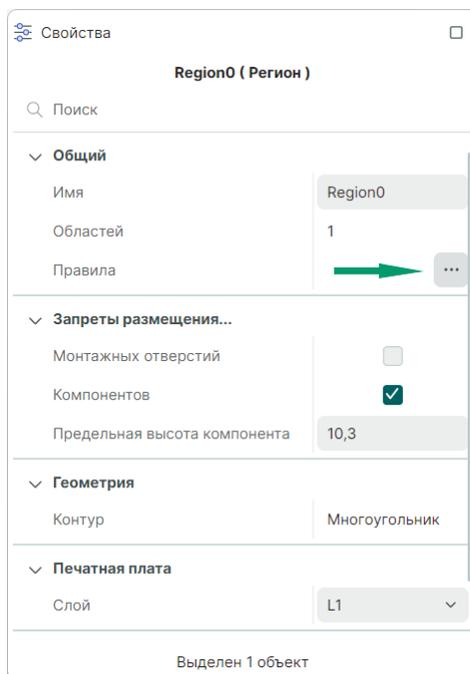

Рис. 172 Переход в редактор правил из панели «Свойства»
- с помощью символа «...» в панели «Свойства» → «Общий» → «Правила», см. Рис. 172;